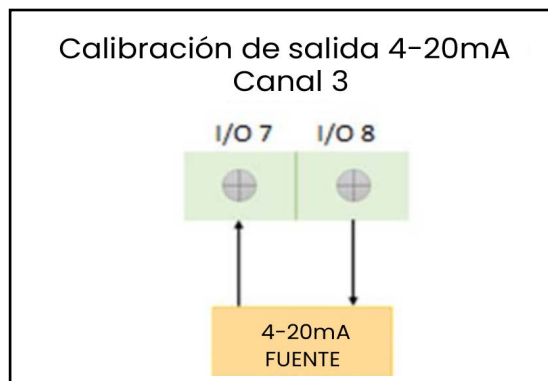

Figura 40: Opción E/S Conexiones de entrada analógica
1. Conecte la entrada analógica como en Figura 40.